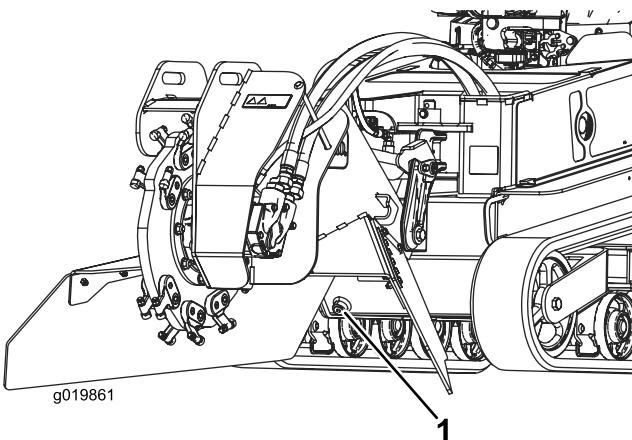

Figura 60
- Togliere il tappo di spurgo del serbatoio idraulico e lasciare defluire il fluido nella bacinella (Figura 60).